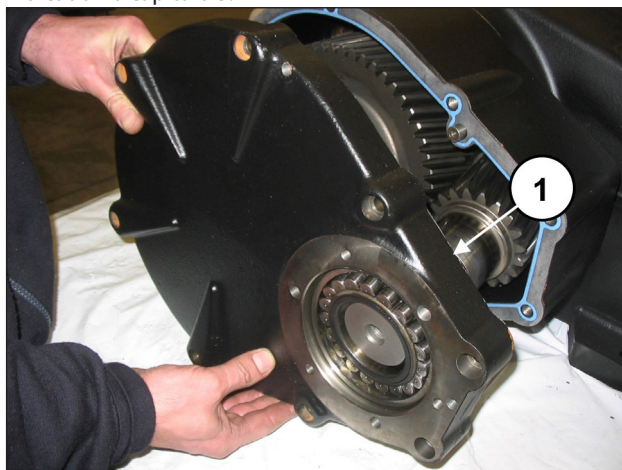

Fig. 67
Monte a cobertura do redutor (pos. ①, Fig. 67), e fixe-o com oito parafusos M10x50 (pos. ①, Fig. 68). Use um tampão para evitar que o rolamento possa sair do seu local (pos. ①, Fig. 69). Calibre os parafusos com chave dinamométrica, conforme indicado no capítulo 3.